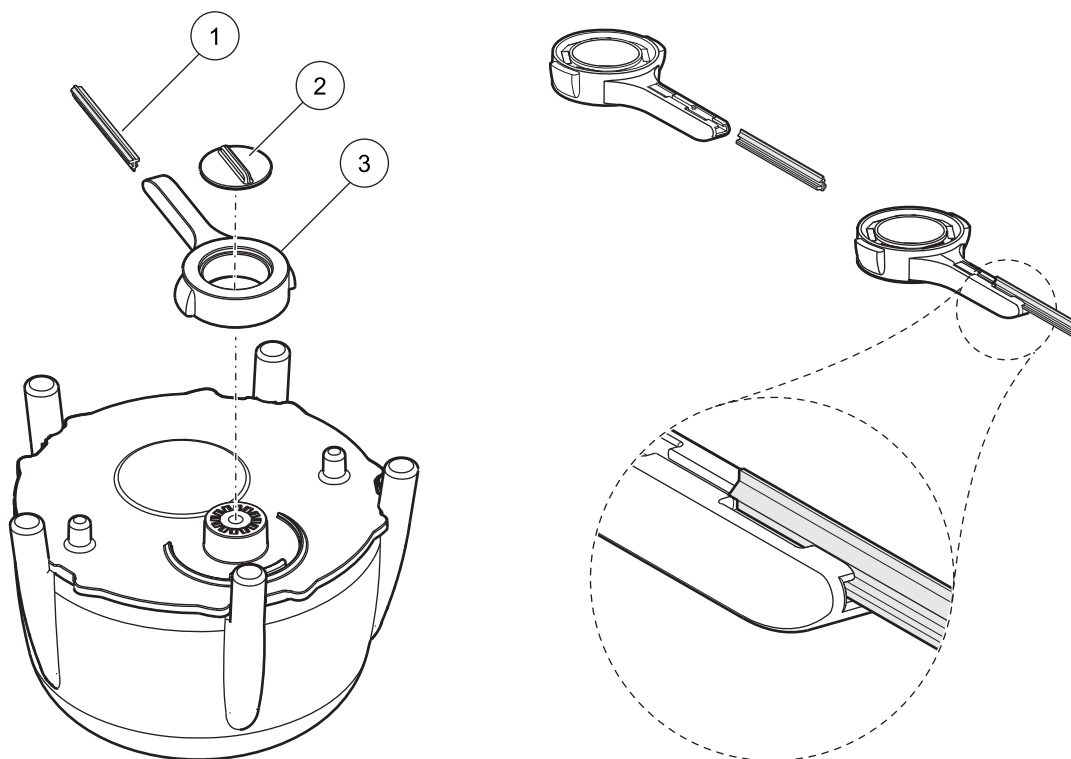

Figura 12 Limpador
O braço do limpador (ver item 3 em Figura 12) desloca-se até a posição central para a troca do perfil.
2. Retire o parafuso guia (ver item 2 em Figura 12) e remova o braço do limpador.
3. Puxe o perfil do limpador (consulte o item 1 em Figura 12) para a frente para extraí-lo do braço do limpador.